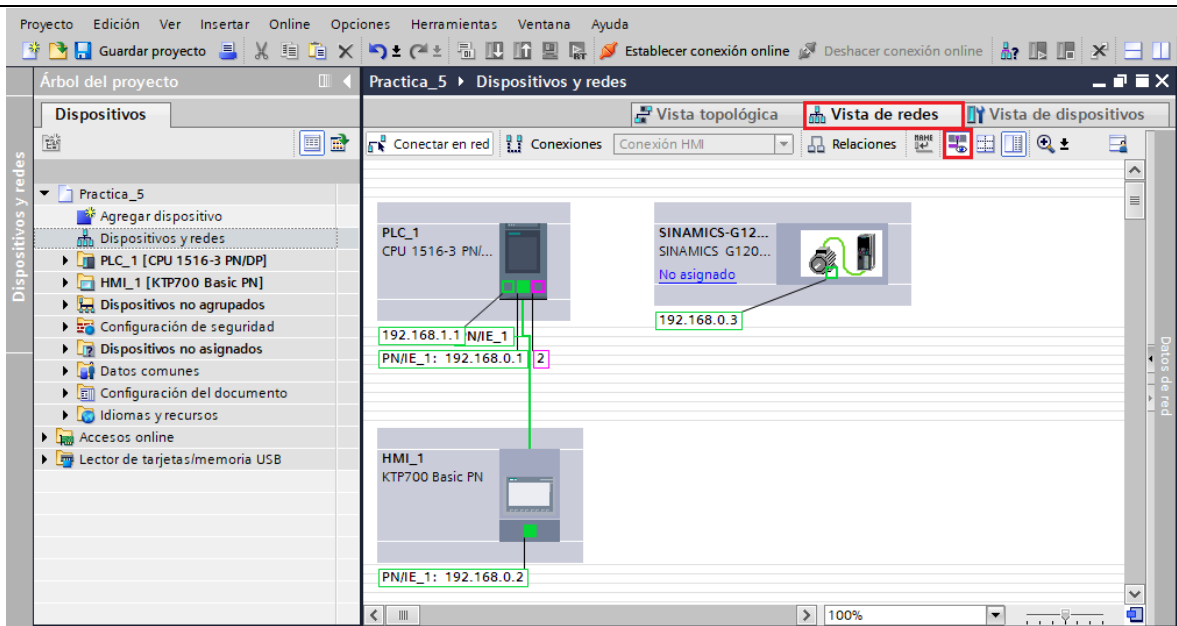

Figura 18. Asignación de direcciones IP.
- Para asignar la dirección IP a cada dispositivo se debe hacer clic sobre “**Mostar direcciones**” (ver Figura 18).